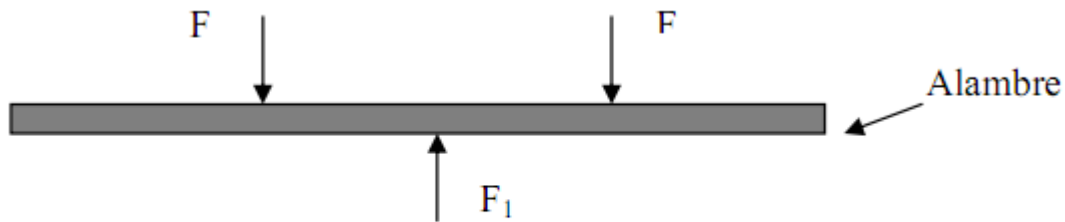

Figura 2
- 2) Deformar el alambre, haciendo con las manos nuevamente una deformación de flexión (figura 2)